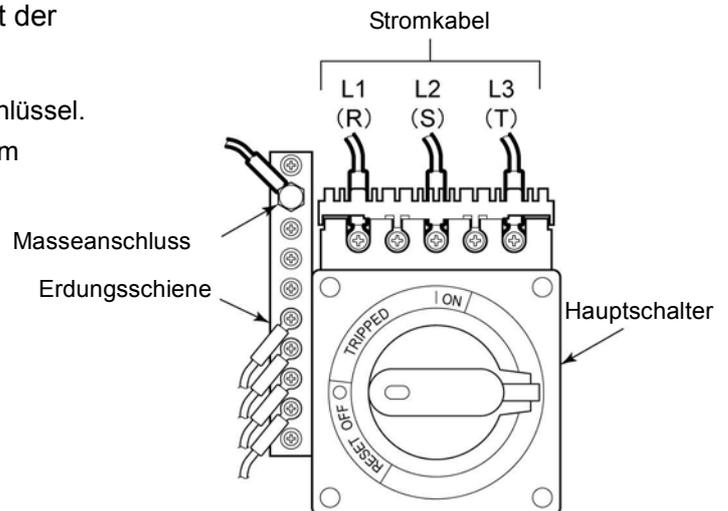

Abb. 3-9 Verbindung von Stromkabel und Masseanschluss
- Ziehen Sie die Leitungsanschlüsse mit einer Rohrzanze fest und achten Sie dabei auf das korrekte Anzugsmoment (siehe Abb. 3-9 auf Seite 3-13).